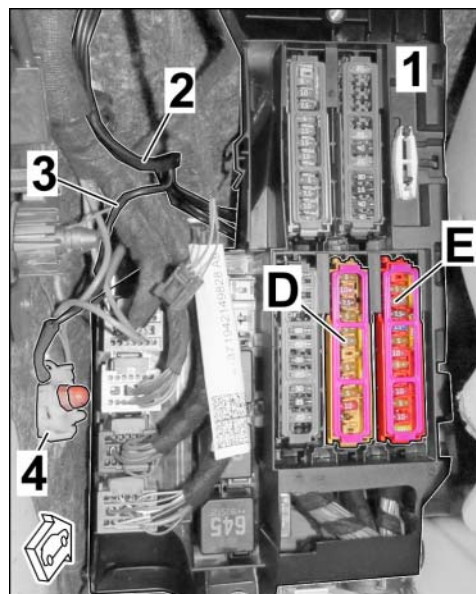

Bild 15
3.2.3 Spannungsversorgung entsprechend Tabelle herstellen (⇒ Bild 15).
3.2.5 Spannungsversorgung Frontkamera mit neuen Sicherungen (⇒ Bild 15 -D6 und E3-) absichern.
3.2.6 Leitung BK; 0,5² (Klemme 31) zum Massebolzen 13 (MB13 ⇒ Bild 15 -4-) verlegen, ablängen und mit Kabel-Ringöse A6 am Massebolzen montieren.